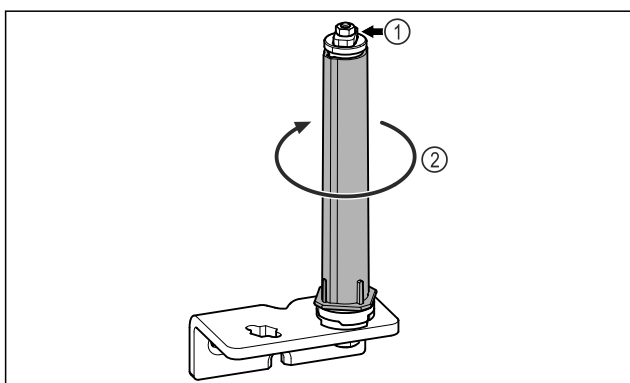

Fig. 18
- ▶ Ikke demonter dørlåsesystemet Fig. 18 (1).
- ▶ Drei låsesystemet Fig. 18 (2), til det klikker.